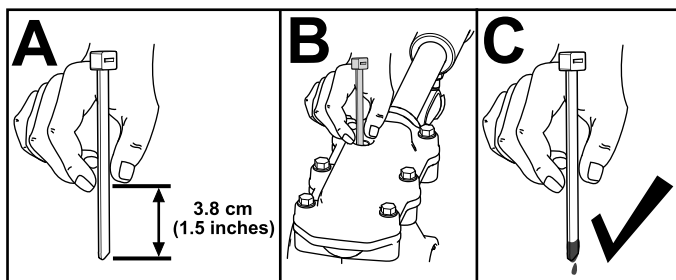

Figura 31
3. Verificai nivelul uleiului utilizând un dispozitiv de măsurare adecvat, cum ar fi un colier de cablu curat. Uleiul trebuie să fie la aproximativ 3,8 cm sub deschiderea de umplere (Figura 31).